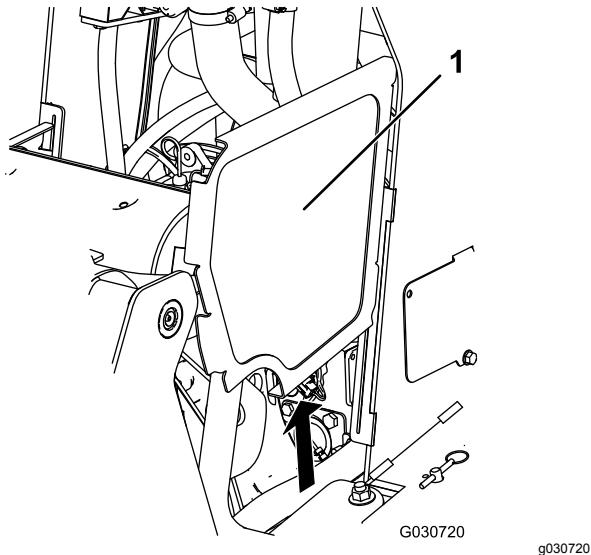

Figura 43
2. Fate scorrere le griglie laterali (Figura 43) verso l'alto e al di fuori delle fessure nella griglia e nel telaio anteriori.